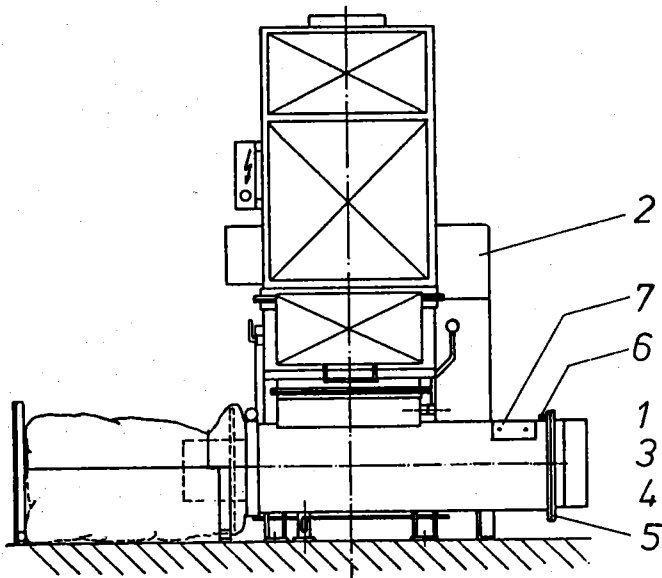

Abb. 1
Für die Arbeiten unter Punkt 2.2 a-d muß die Schutzverkleidung (2), siehe Abb. 1, entfernt werden.
Zur Demontage des Hubzylinders sind die 8 Schrauben (5), siehe Abb. 1, zu lösen. Zuvor muß jedoch das Ventil (6), siehe Abb. 1, demontiert werden. Danach kann der Zylinder aus dem Preßkanal herausgezogen werden.
Für Reinigungsarbeiten innerhalb des Preßkanals im Bereich des Hubzylinders befindet sich am Preßkanal ein Inspektionsdeckel (7), siehe Abb. 1)